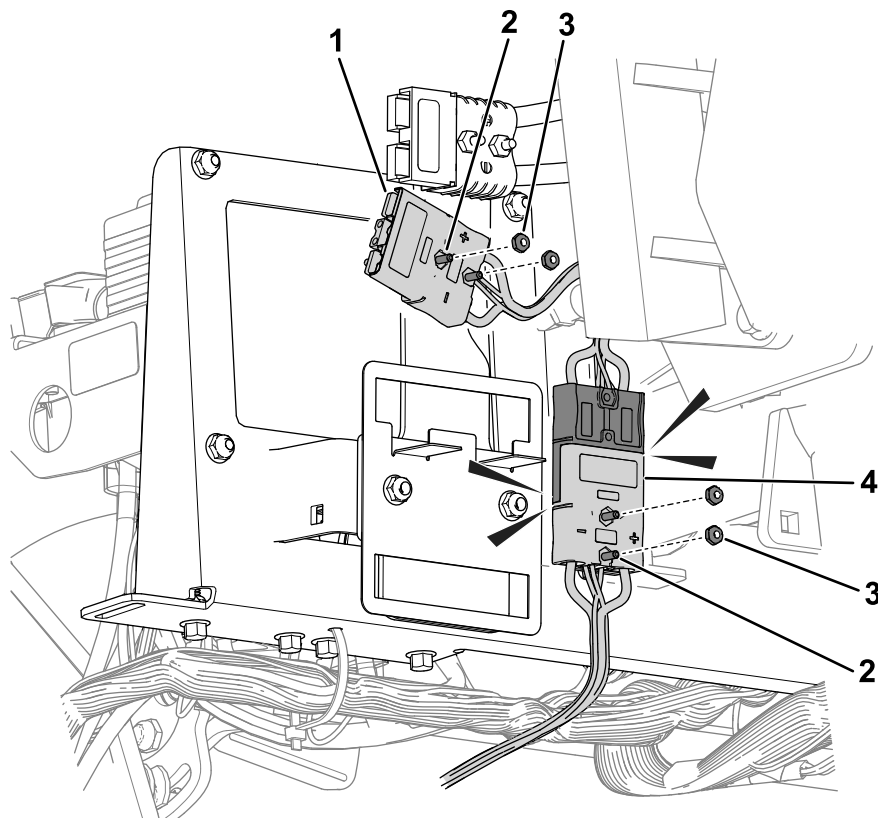

**Figura 38**
- Utilice el perno con arandela prensada ( $\frac{1}{4}$ " ) y la tuerca con arandela prensada ( $\frac{1}{4}$ " ) que se retiraron anteriormente para sujetar el soporte del conector y el soporte de los fusibles al bastidor (Figura 38).